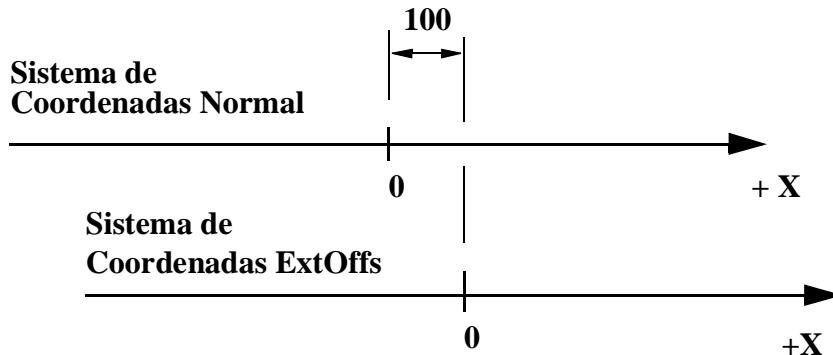

Figura 1 Desplazamiento de un eje externo.
- El sistema de coordenadas ExtOffs ha sido desplazado de 100 mm para el eje lógico “a” (véase la Figura 1).